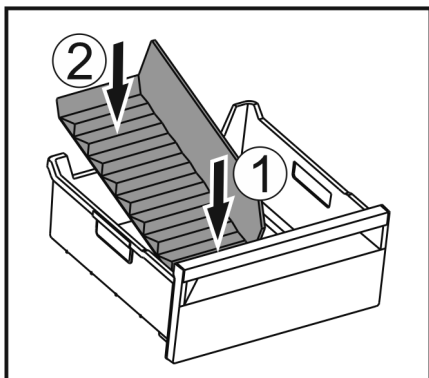

Fig. 75
- ▶ Установите те переднюю часть разделителя отделения для льда. Fig. 75 (1)
- ▶ Опустите те заднюю часть разделителя отделения для льда на дно выдвижного ящика. Fig. 75 (2)